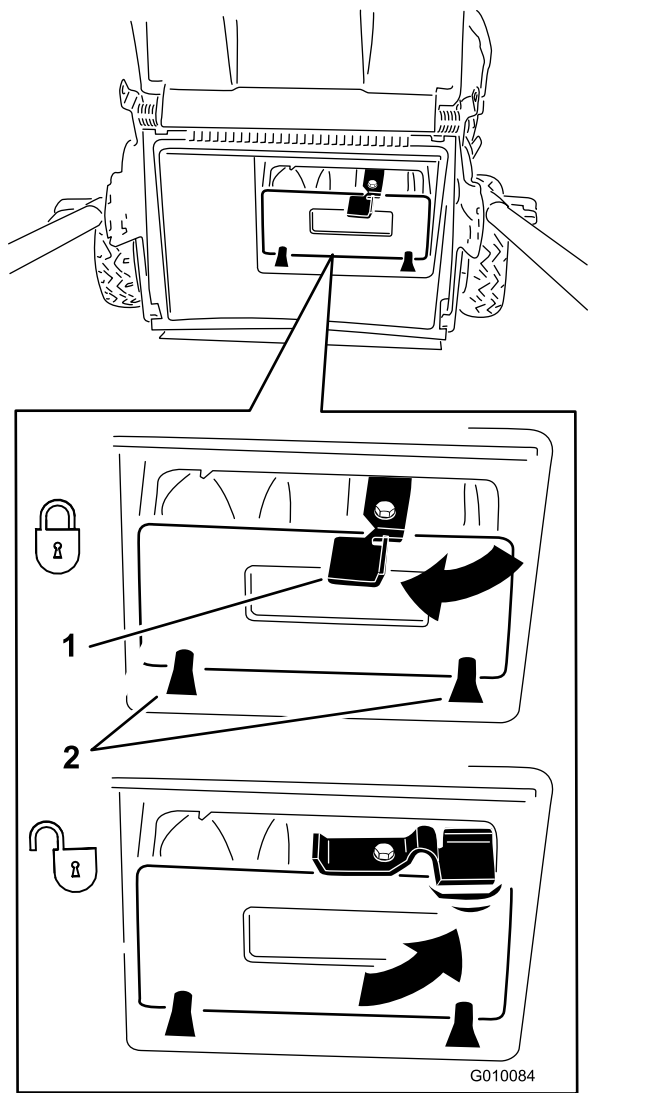
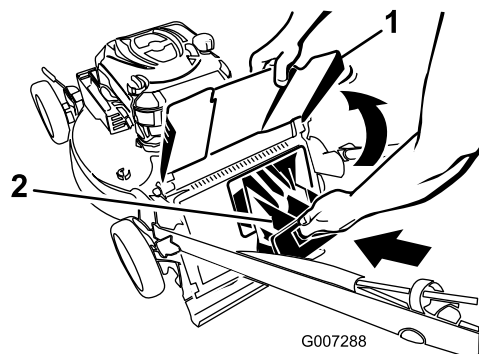

Figure 27
Figure 28
**Important:** Vérifiez que l'obturateur de l'éjecteur arrière est bien verrouillé en place. Pour verrouiller l'obturateur, appuyez fermement dessus jusqu'à ce qu'il s'enclenche en position derrière les pattes, et tournez le levier situé dessus vers la gauche (Figure 27).
**Remarque:** Pour déverrouiller l'obturateur, tournez le levier situé dessus vers la droite (Figure 27).
arrière (Figure 28), appuyez fermement sur l'obturateur jusqu'à ce qu'il s'enclenche en position derrière les pattes, et tournez le levier situé sur l'obturateur vers la gauche (Figure 27).